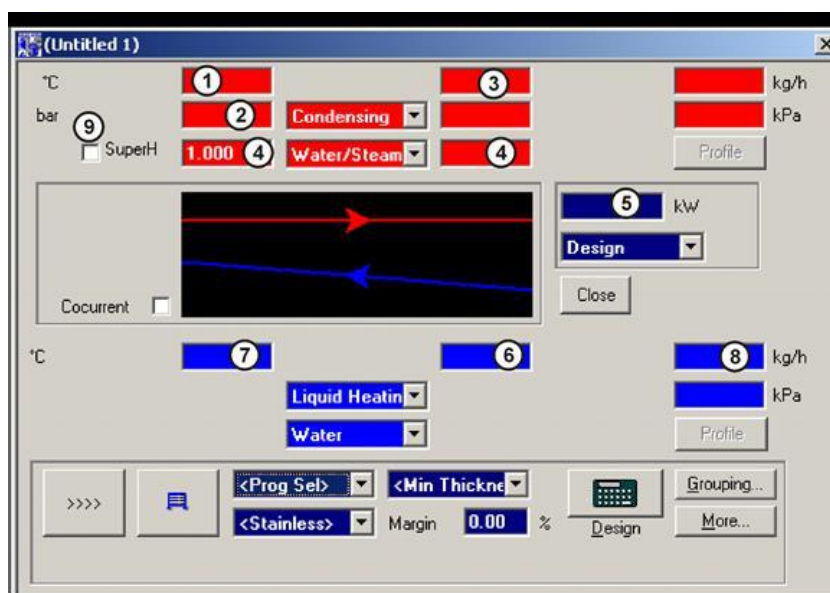

Рис. 20 – Вікно для розрахунків теплообміннику з двофазними теплоносіями
Програма CAS виконує розрахунки парових теплообмінників і парових кип'ятильників (випарників) з номенклатури пластинчастих апаратів різних типів виробництва. Для розрахунків теплообмінних апаратів з двофазовими теплоносіями необхідно вибрати опцію «Distr PHE 2-phase» (рис. 20).
1) у вікно (1), рис. 20, вводимо температуру пари на вході у теплообмінник (або у вікно (2) тиск пари на вході у теплообмінник);
2) у лівому вікні (4) вводимо значення паровмісту на вході у теплообмінник (для насиченої пари дорівнює 1). При розрахунках теплообмінника, що працює на вологій парі задаємо величину паровмісту у ліве вікно (4);
3) у праве вікно (4) вводимо значення паровмісту на виході з теплообмінника. У загальному випадку величина паровмісту на виході з теплообмінника дорівнює нулю. Якщо необхідно здійснити часткову конденсацію, то у праве вікно (4) вноситься значення більше нуля, але менше одиниці;
4) вікна (5)–(8) заповнюємо аналогічно розрахункам теплообмінників з теплоносіями «рідина-рідина», тобто:
- (5) – потужність;
- (6) – вхідна температура теплоносія, що підігрівається;
- (7) – вихідна температура теплоносія, що підігрівається;
- (8) – витрата теплоносія по холодній стороні;
- (9) – перемикач режимів розрахунку насиченої та перегрітої пари;